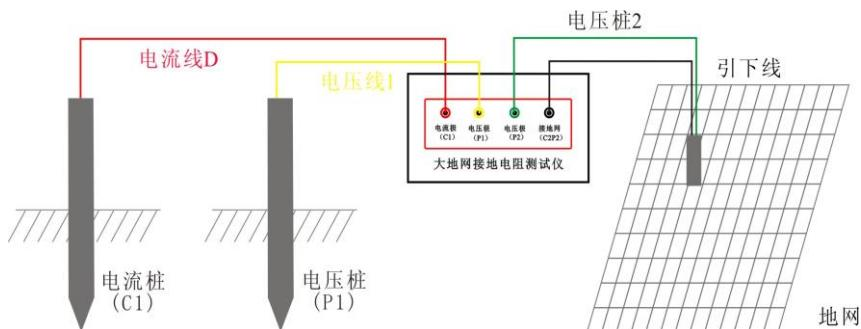

图 4 四极法测量接线图
3、电流测试线和电压测试线按规定的长度将一端与仪器相接后平行放出。另一端分别接在两个地桩上(如图 3 或图 4 所示)。